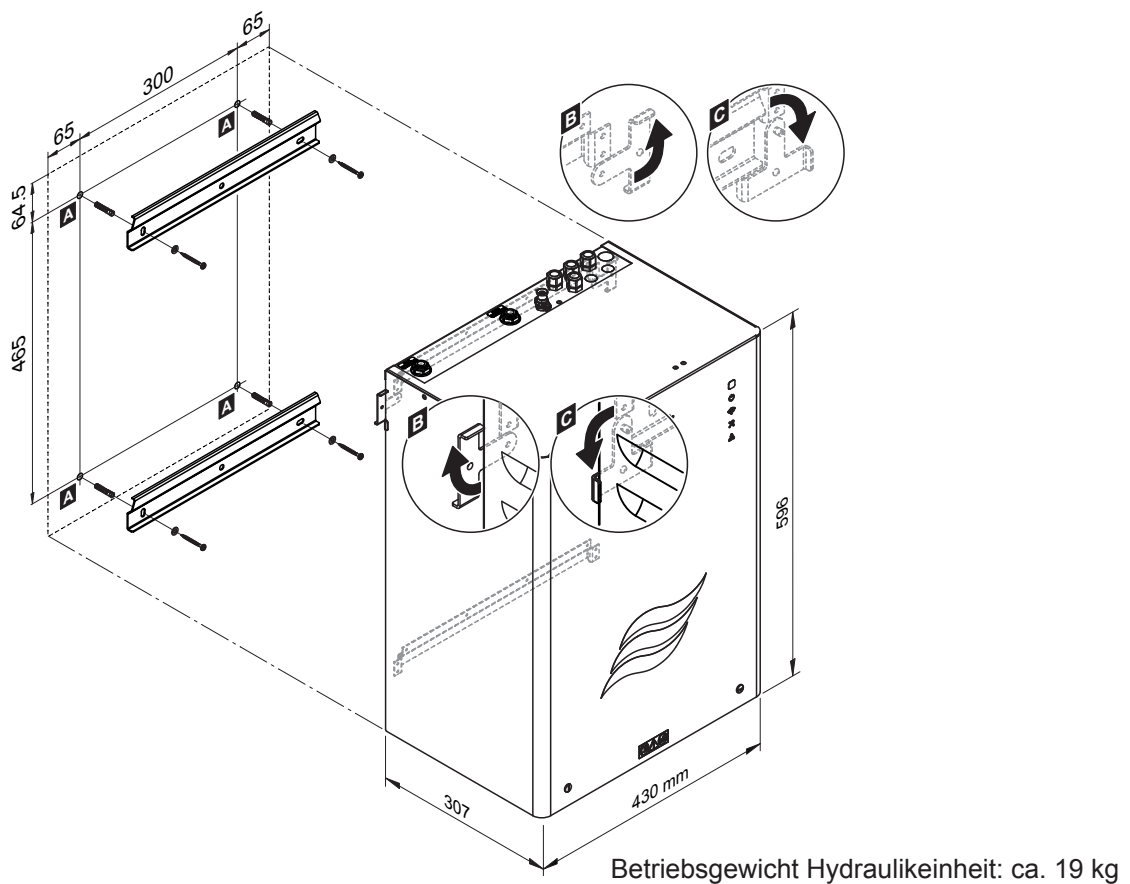

Abb. 15: Montage der Hydraulikeinheit (Dimensionen in mm)
3. Die Arretierungsflaschen auf beiden Seiten der Hydraulikeinheit nach aussen drehen (geöffnete Position, siehe *Detail "B"* in *Abb. 15*).
4. Die Hydraulikeinheit in die Wandhalterungen einhängen. Anschliessend die beiden Arretierungsflaschen auf der Rückwand der Hydraulikeinheit nach innen drehen (geschlossene Position, siehe *Detail "C"* in *Abb. 15*), um die Hydraulikeinheit an der oberen Wandhalterung zu fixieren.